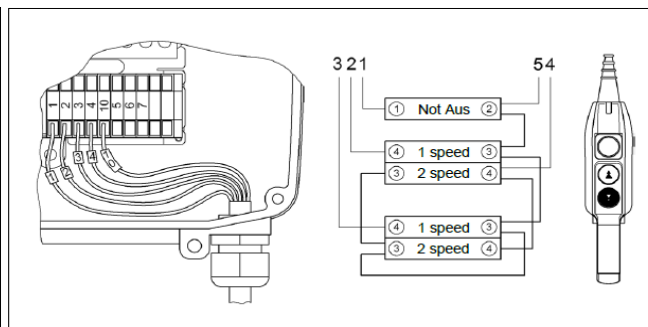

Abb. 28
- Steuerkabel mit Stecker auf untere Wanddurchführung aufstecken und mit Metallrändel festdrehen (siehe Abb. 28)